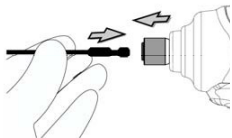

Fig. 1
1. Monter bittene ved at trække holderen i pilens retning, og sæt bittene så langt ind i holderen, som det kan komme. Slip derefter holderen for at fastgøre bittene. Som vist i (Fig. 1).